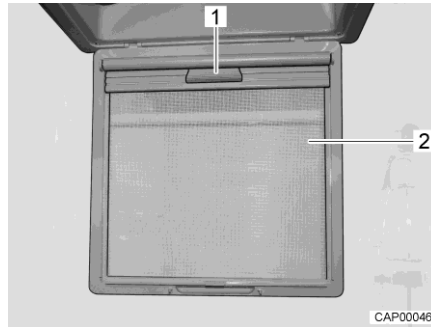

Fig. 62 Store occultant
- Rabattre la moustiquaire (Fig. 62,2) vers le bas.
- Tirer le store occultant vers le bas par la poignée (Fig. 62,1) jusqu'à ce qu'il s'enclenche du côté opposé.
- Désenclencher le store occultant par la poignée (Fig. 62,1) et le ramener lentement dans sa position initiale.
- Faire basculer la moustiquaire (Fig. 62,2) vers le haut jusqu'à ce qu'elle s'enclenche.